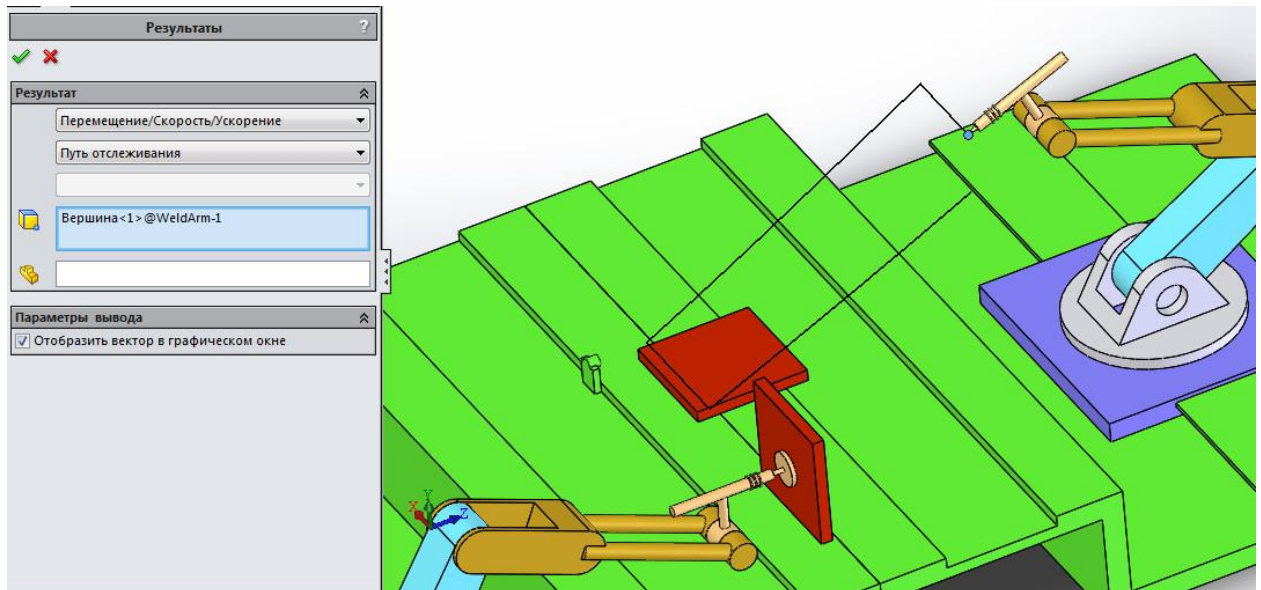

Рис. 17. Шлях відслідковування переміщення вершини електрода.
- b. Виберіть вершину конічної частини електрода, як показано на рис. 17.